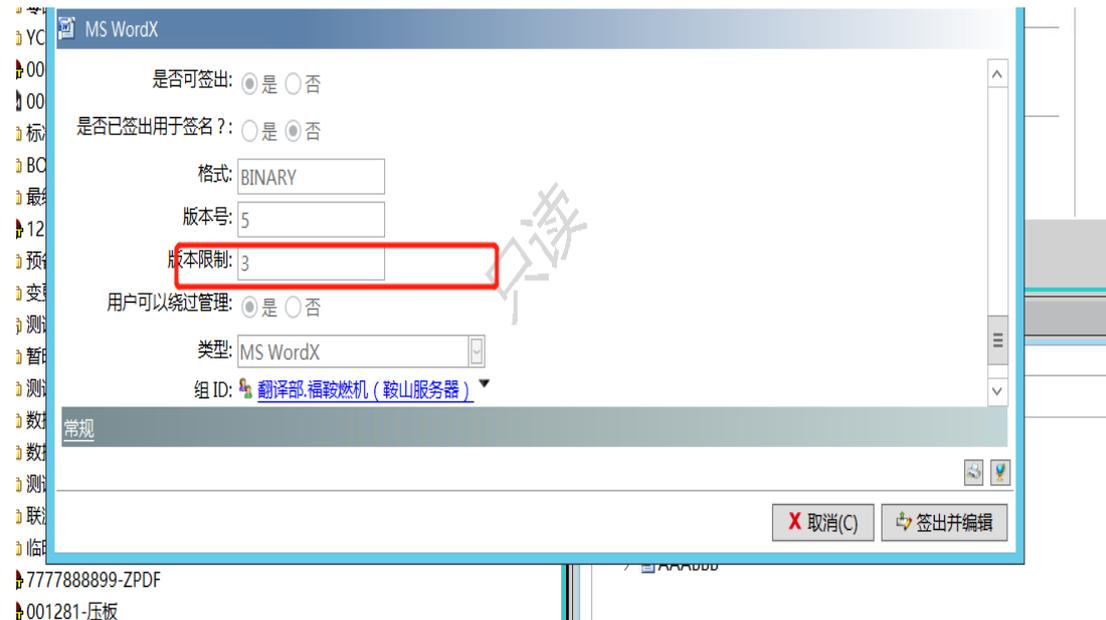

图 3
3.默认情况下 TC 会储存三个历史版本，可从数据集的版本限制属性中看到储存的版本量，如图 3 所示：